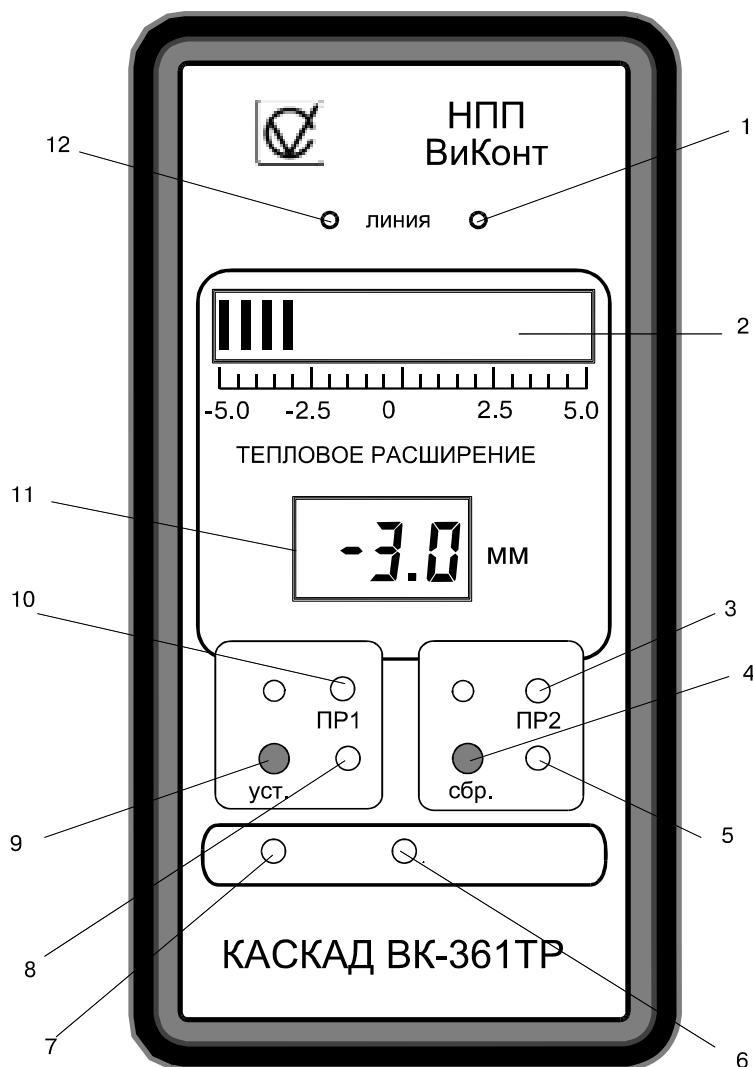

Рис. 4.
Внешний вид лицевой панели и назначение кнопок, регуляторов и индикаторов приведены на Рис. 4.
При этом на передней панели блока вторичного загорится зеленый светодиод *1* (см. Рис. 4), а на цифровом индикаторе *11* высветится текущее значение относительного теплового расширения в точке измерения.
1. Нажмите на кнопку 9 на передней панели блока вторичного (см. Рис. 4). При этом на индикаторах будет показано текущее значение предупредительной уставки. Удерживая кнопку 9 в нажатом положении, вставьте отвертку в отверстие 8, под которым расположен регулятор. Вращайте отверткой, не отпуская кнопку 9 и наблюдая за показаниями индикатора 11. Прекратите вращение, как только на индикаторе высветится требуемое значение предупредительной уставки.
2. Нажмите на кнопку 4 на передней панели блока вторичного (см. Рис. 4). При этом на индикаторах будет показано текущее значение аварийной уставки. Удерживая кнопку 4 в нажатом положении, вставьте отвертку в отверстие 5, под которым расположен регулятор. Вращайте отверткой, не отпуская кнопку 4 и наблюдая за показаниями индикатора 11. Прекратите вращение, как только увидите на индикаторе требуемое значение аварийной уставки.
1. С помощью штыря  $\varnothing 2$  мм через отверстие 7 нажмите на кнопку, расположенную под этим отверстием (Рис. 4). Удерживая кнопку 7 в нажатом состоянии, медленно поверните регулятор 6 с помощью отвертки. Установите контрольное значение, наблюдая за показаниями индикатора 11 при повороте отвертки.
Если установленное значение перемещения превышает аварийную уставку, то с задержкой около 5 секунд контакты цепи аварийной сигнализации замкнутся, а красный светодиод 3 замигает (Рис. 4).